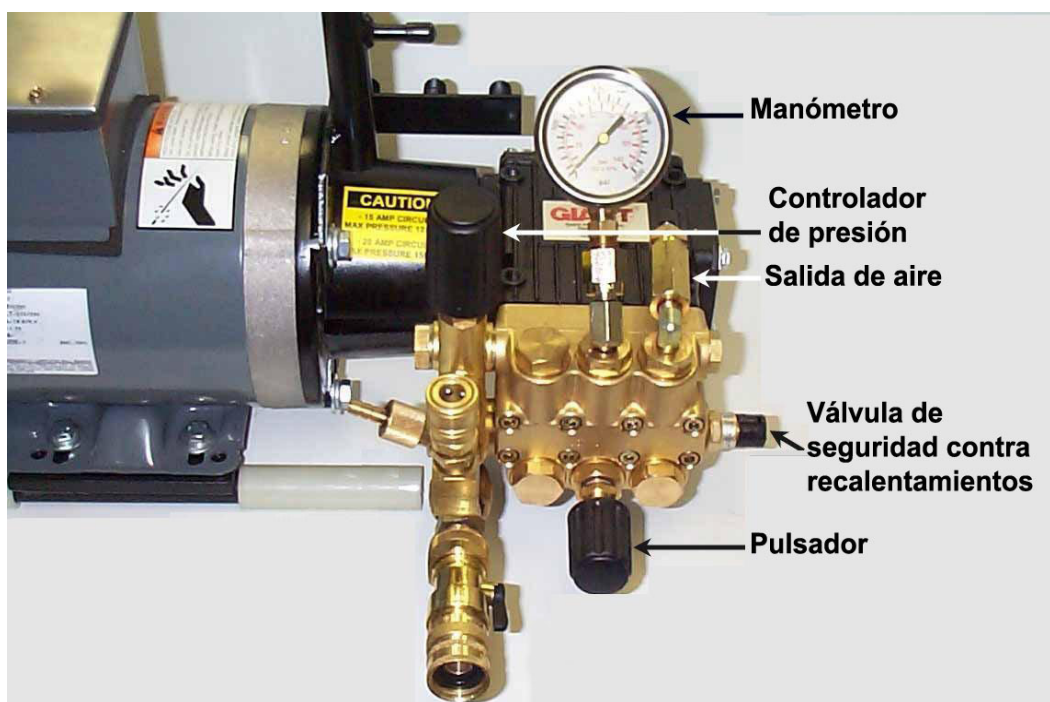

Fig. 6
10. El mini inyector ejerce una presión máxima de 1500 psi. Si la presión es baja, puede elevarse girando la perilla de control en sentido horario (hacia la derecha). El valor aparece en el manómetro (Fig. 6).